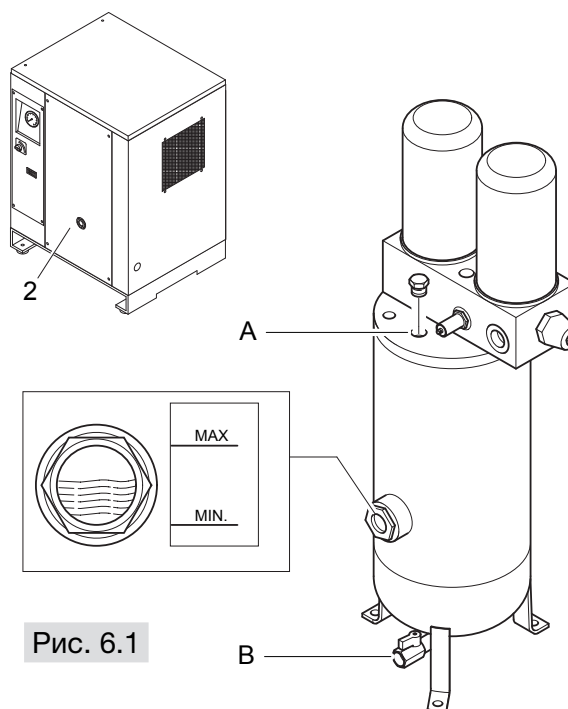

Рис. 6.1
- • Убедиться в отсутствии сжатого воздуха внутри масловоздушного ресивера: отвинтить кран **A** (см. рис.6.1) и полностью спустить воздух.
(см. рис. 6.1)
Контроль масла и доливка при необходимости (см. рис. 6.1)
(см. рис. 6.1)**